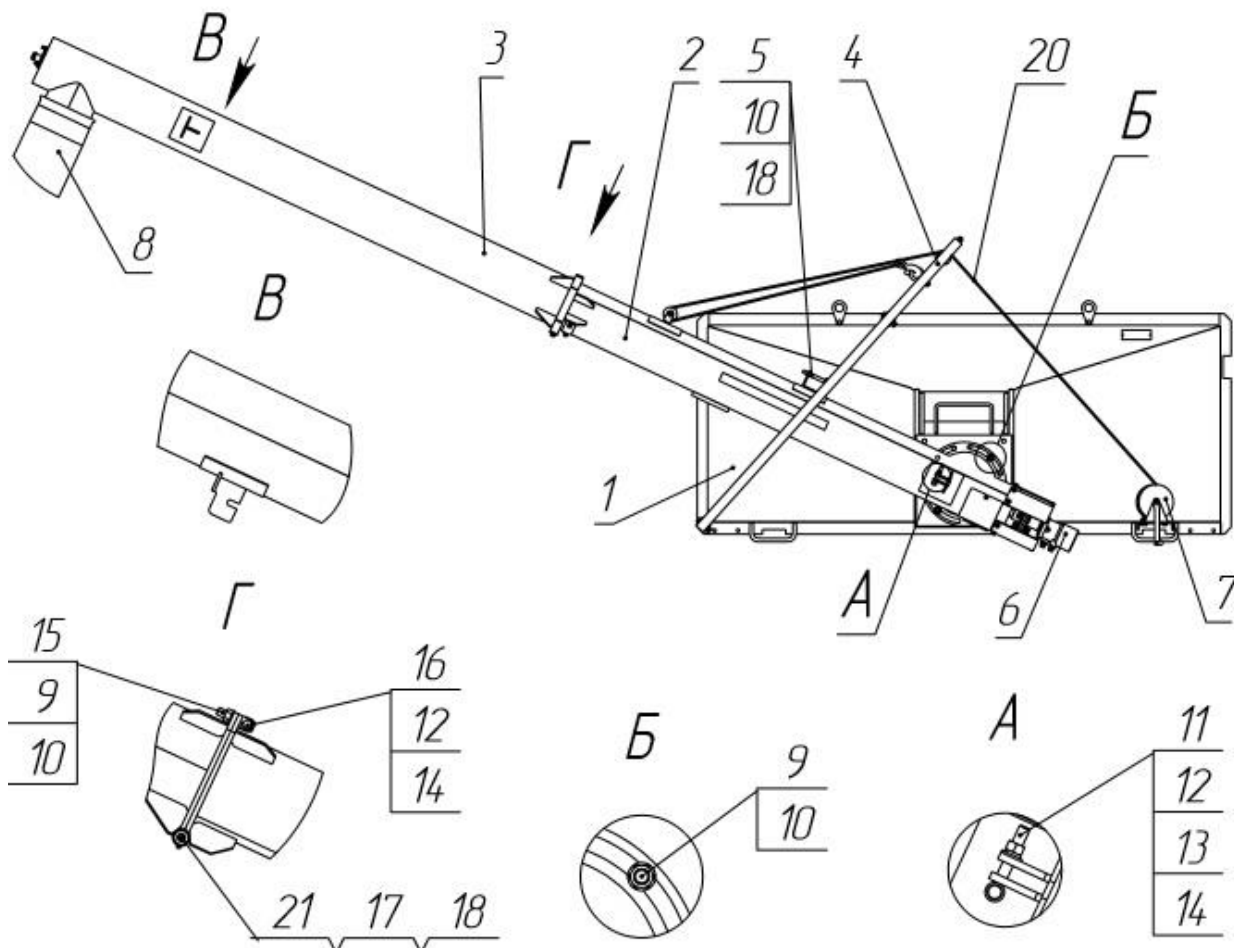

Рисунок 2 – Устройство загрузчика:
Загрузчик сеялок представляет собой устройство в виде сменного заднего борта кузова автомобиля-самосвала и состоит из бункера в сборе 1 (рисунок 2), шнека поворотного 2, шнека откидного 3, рамки 4, фиксатора 5, гидромотора 6, лебёдки 7, заслонки 19.
- установить взамен заднего борта бункер в сборе 1 (рисунок 2), закрепить его штатными креплениями заднего борта (расположенными на кузове автомобиля) или креплениями из ящика по прилагаемым схемам (приложение А);
- надеть рукав 8 (рисунок 2) на выгрузную горловину откидного шнека и зафиксировать его шпагатом;
ВНИМАНИЕ! При движении автомобиля поворотный шнек должен находиться в транспортном положении и быть зафиксированным фиксатором 5 (рисунок 2). Откидной шнек должен располагаться в транспортном положении вдоль поворотного шнека и быть зафиксирован зажимом 11, гайка 12 должна быть затянута ключом. Транспортная скорость не более 50 км/ч.
- отпустить гайки 9 болтов бункера крепления поворотного шнека (рисунок 2);
- зафиксировать откидной шнек винтом 15 (рисунок 2). *Гайку М16 следует завернуть ключом;*
6.2.6 При коротких переездах вдоль сеялки или вдоль сцепки перевести рычаг управления подъема кузова в положение "выключено". При этом сеяльщик должен пережимать выгрузной матерчатый рукав 8 (рисунок 2) для предотвращения потерь посевного материала.